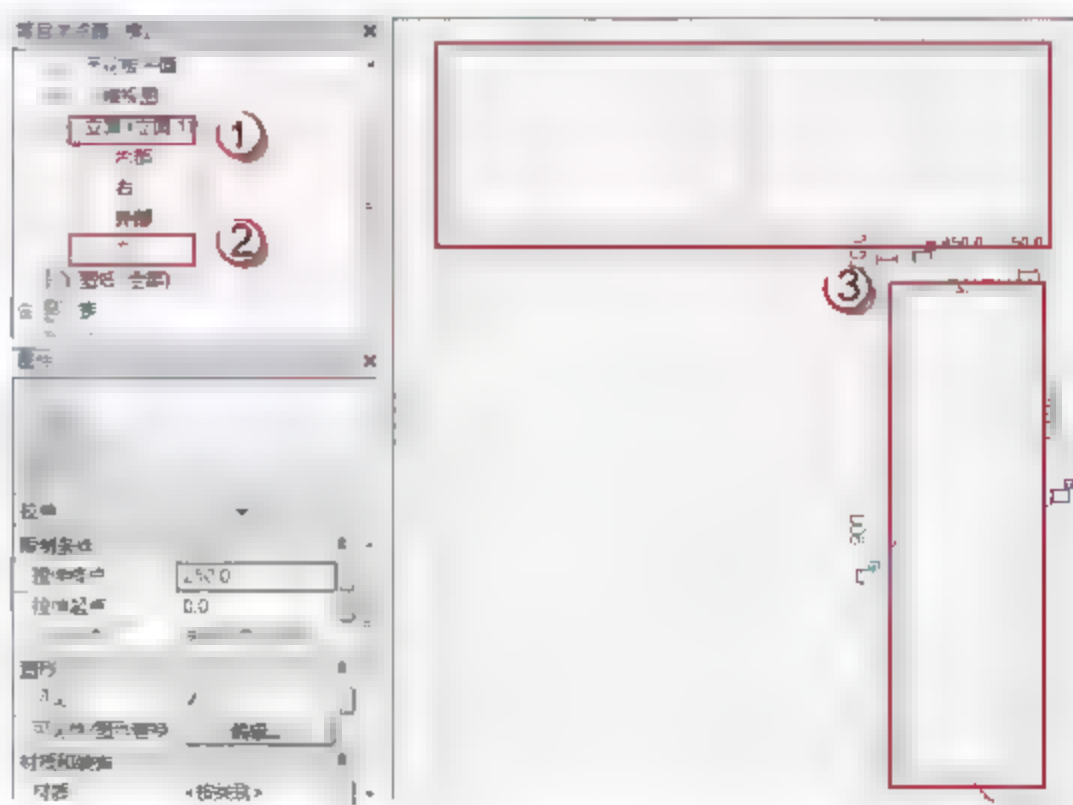

图 6.3.24 MC2430 窗户玻璃
(22) 绘制 MC2430 窗户玻璃。选择“项目浏览器”中的“立面 (立面 1)” → “左”选项，可以进入 MC2430 的外部立面视图，选择“创建” → “拉伸”命令，进入“修改 | 编辑拉伸”界面，用菜单中的绘制工具完成 MC2430 窗户玻璃绘制，如图 6.3.24 所示。绘制完成后，单击 ✓ 按钮完成绘制。